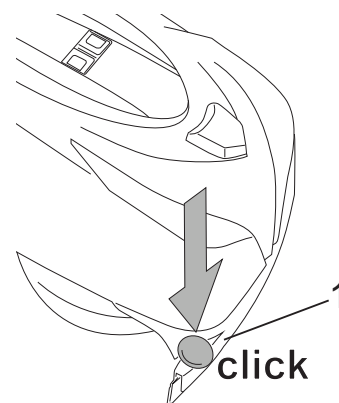

Fig.2B
- Installera bufferthjulet (bild 2B-ref.1).